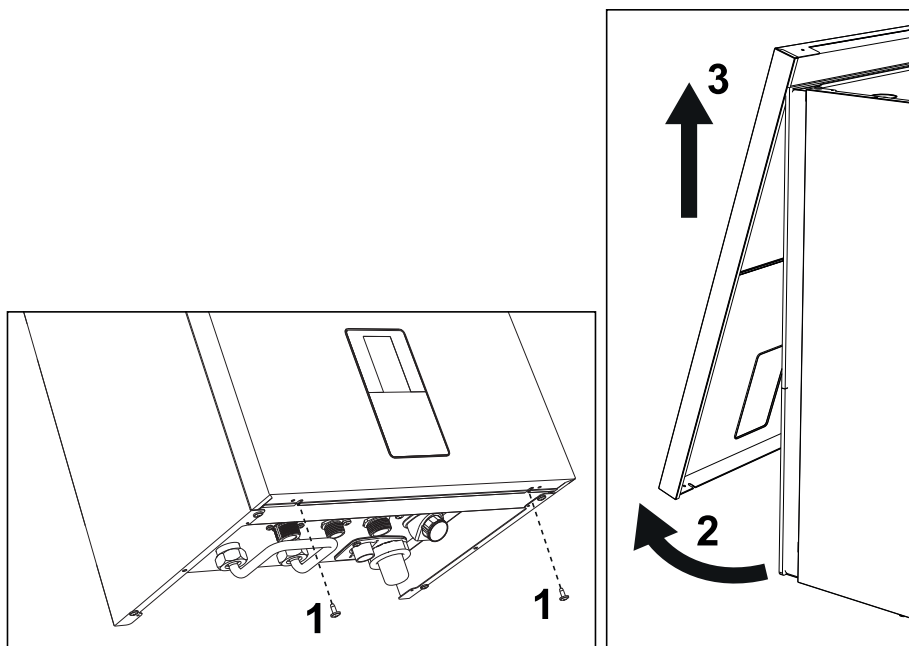

рис. 42- Открытие передней панели
1. Открутите винты "1" (см. рис. 42).